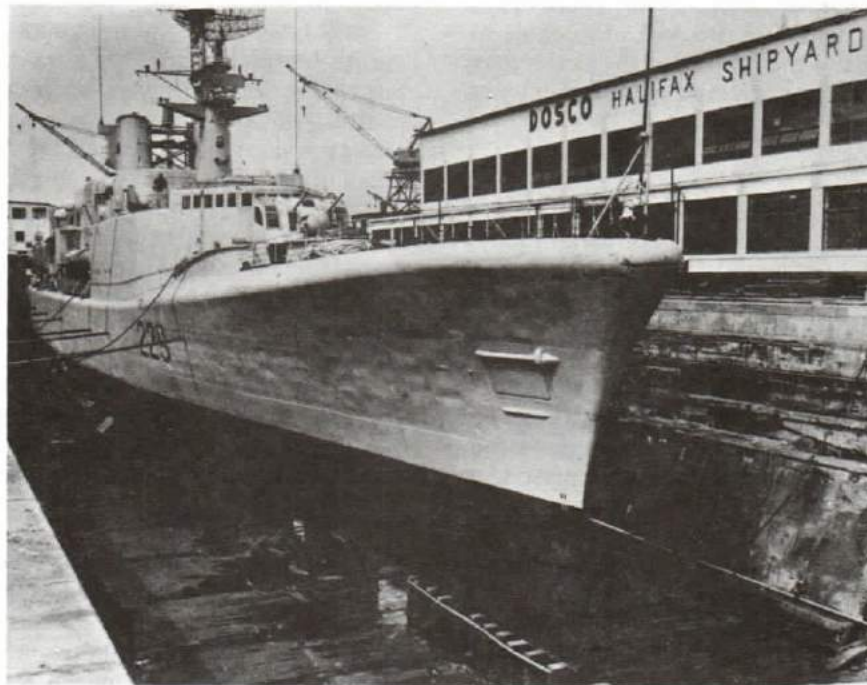

Figure 7-13
- (1) Sur la plage d’appontage et dans le hangar lorsqu’on embarque un hélicoptère;
- (2) pendant le ravitaillement en carburant d’un hélicoptère, sauf dans les secteurs réservés à cette fin;
- (3) pendant le ravitaillement en combustible du navire, sauf dans les secteurs réservés à cette fin;
- (4) au lit ou dans les quartiers après l’extinction des feux;
- (5) quand on se déplace sur le navire. L’interdiction résulte du fait que l’on peut fort bien, sans s’en rendre compte, passer d’un secteur libre à un autre où il est interdit de fumer;
- (6) sur le pont supérieur après le coucher du soleil lorsque le navire navigue tous feux éteints.
- e. **DRY DOCK** - From time to time your ship will be dry docked, usually for the routine maintenance of underwater fittings. This is a particularly hazardous period and although specific safety orders will be issued at the time, it is well to make you aware of the problems here. See Figure 7-13.
(1) Remember that the upper decks are now at least 35 feet from solid concrete, the bottom of the dock. It is a long way down with an abrupt stop. The rules about not leaning on guardrails are now vital. You must pay particular attention to lowered or parted guardrails. If you find any, fix them straight away, if you are unable to, inform the port ship petty officer or someone else in authority.
- e. **Cale sèche**. De temps en temps, votre navire sera mis en cale sèche, habituellement pour l'entretien des parties immergées. C'est là une situation particulièrement dangereuse; bien que des consignes spéciales de sécurité soient en vigueur à ce moment-là, il est bon que vous soyez conscient des difficultés qui peuvent surgir (voir la figure 7-13).
(1) N'oubliez pas que le pont supérieur se trouve alors à 35 pieds au moins au-dessus d'une surface de béton durci, c'est-à-dire le fond du bassin. Il y a loin jusqu'en bas et l'arrêt serait brutal. L'interdiction de s'appuyer sur la rambarde est donc d'une importance vitale. Vous devez particulièrement vous méfier des rambardes abaissées ou ouvertes. Si vous en voyez dans cet état, réparez-les immédiatement et, si vous ne pouvez pas le faire, avertissez le maître préposé à la partie du navire ou quelqu'autre supérieur.